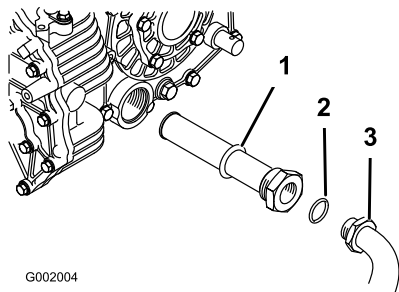

Figure 69
5. Déposez le flexible hydraulique et le raccord à 90° (Figure 69).